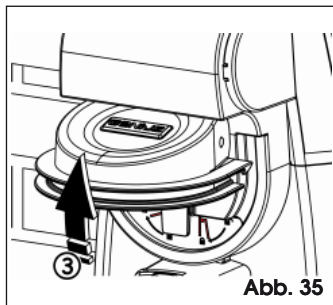

Abb. 35
1. Die Entriegelungsabdeckung öffnen, Abb. 35.